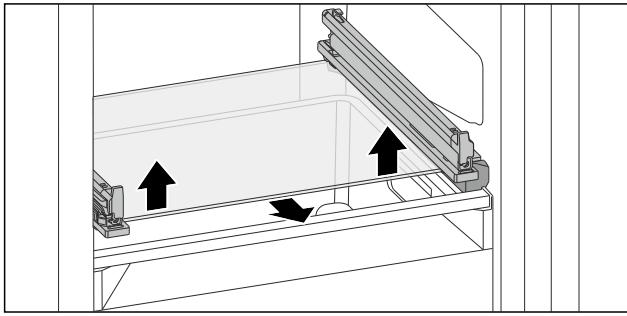

Fig. 140 Glasplatte des abklappbaren Schubfachs
- ▶ Glasplatte von unten beidseitig nach oben drücken. (siehe Fig. 140)